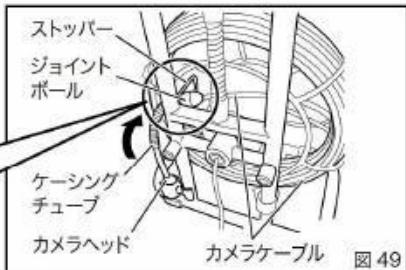

図 49
⑥カメラケーブルが全て収納できたらケーブルドラムのストッパーにジョイントボールを潜らせ根元が当たるところまで押し込み、ドラムストッパーでドラムを固定し完了です。(図 49)